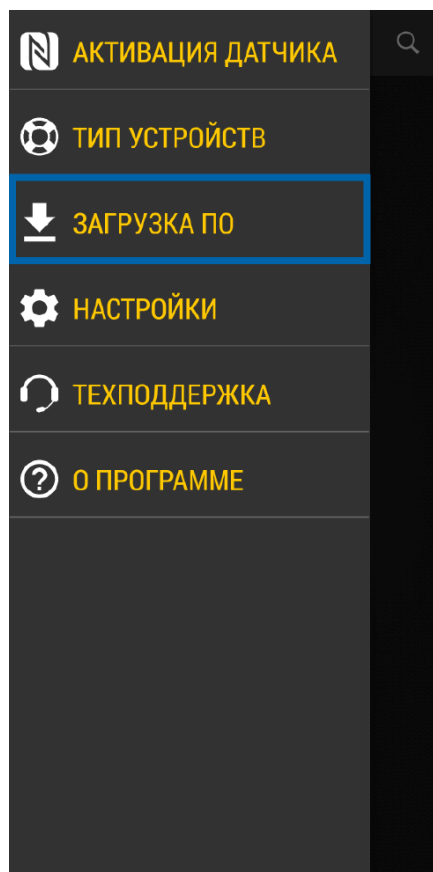

Рис.11. Загрузка ПО
2. В открывшемся меню выберите пункт «Тип устройств» **«Загрузка ПО»** (Рис.11).